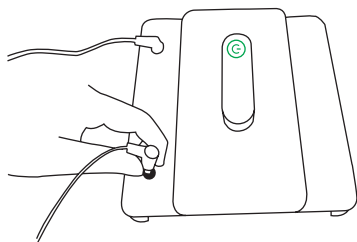
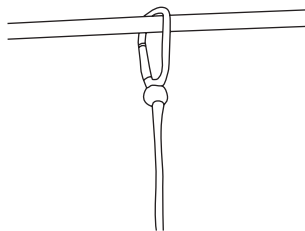

Figure 1
Figure 2
Pour que le robot débute un cycle de nettoyage, veuillez raccorder le câble de sécurité (2). Insérez l'embout verrouillage (3) sur le robot et verrouillez-le en le tournant vers la droite (Figure 1). Fixez le mousqueton (1) à un endroit sûr pour soutenir le robot en cas de chute (Figure 2).